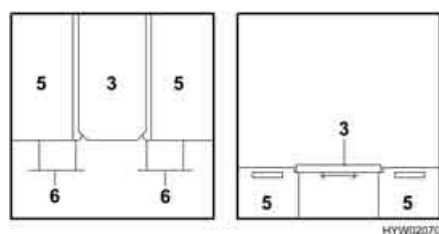

Fig. 98 Durante la trasformazione
- Estrarre la prolunga del cassone letto (Fig. 98,6).
- Collocare il piano del tavolo (Fig. 98,3) tra i due cassoni letto (Fig. 98,5).